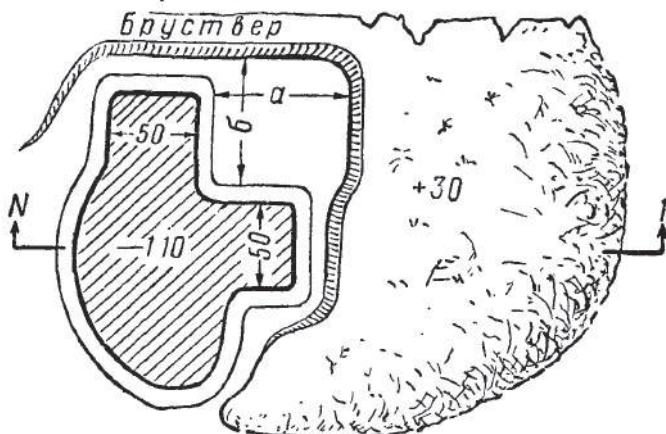

Рис. 4. Окоп для стрельбы из пулемета стоя
3. Окоп для стрельбы из пулемета стоя (рис. 4).